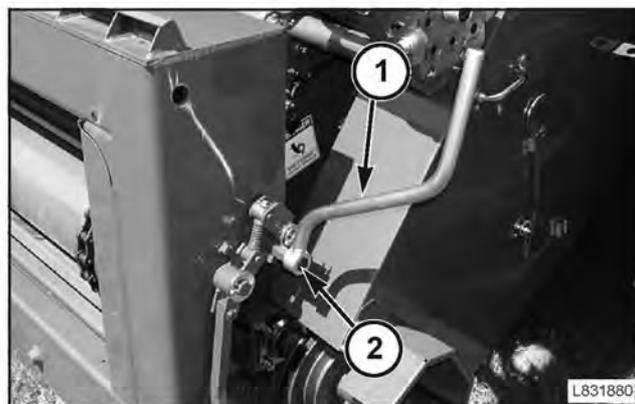

FIG. 230
FIG. 230: colocar el encastre de la herramienta (1) sobre el muñon hexagonal (2) del encastre de traba y girar el dispositivo de la traba superior en sentido antihorario para cerrar los ganchos del cabezal. Asegurarse de girar la traba para fijar los ganchos.